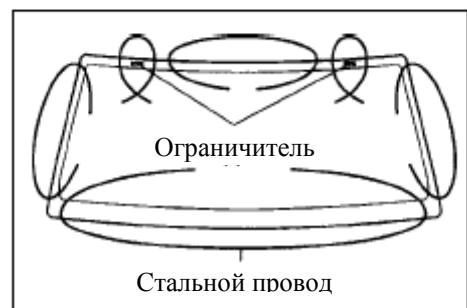

Рис. 552
(1) Пропустите железную проволоку через внутреннюю часть кузова автомобиля и стекла;
(2) К обоим концам проволоки прикрепите деревянные бруски или похожие по свойствам предметы;(рис. 552)
(3) Вытяните стальной провод и отрежьте полиуретановый kleевой герметик вокруг стекла;
(4) Снимите стопоры;
(5) Снимите стекло с помощью резиновой присоски.